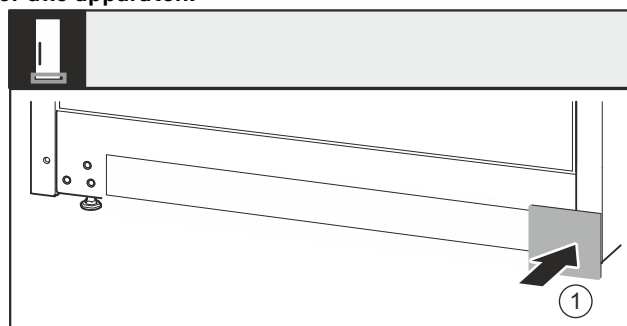

Fig. 25
- Afdekking Fig. 25 (1) van de andere zijde weer er in steken.